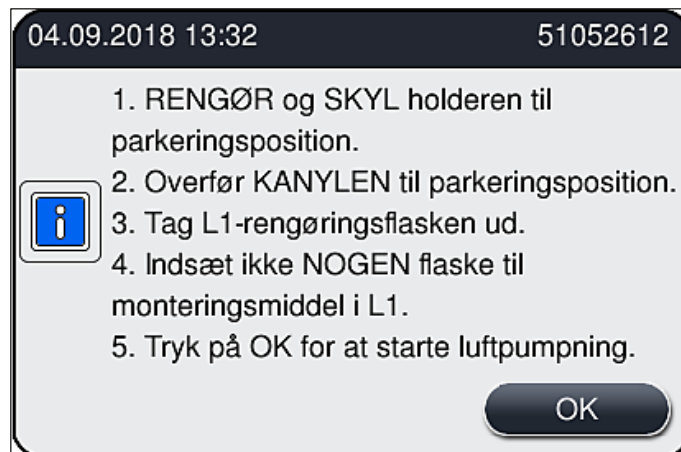

Fig. 105
4. Notér dig den næste meddelelse (→ Fig. 105), som indeholder instruktioner, og bekræft med knappen **OK**.